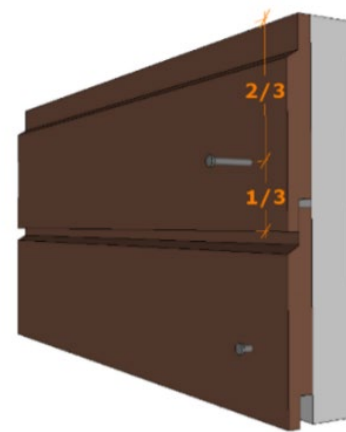

図3
- ・ 重なる下の板をしっかりと抑えるため、材は下端から板幅の1/3を目安にビス打ちしてください。(図3)